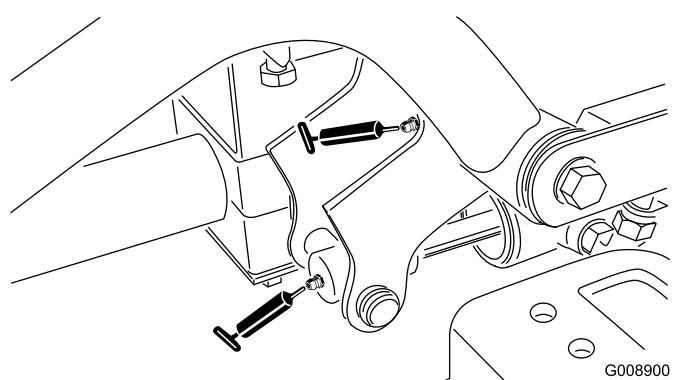

Figura 40
- 2 perni del braccio di sollevamento anteriore destro e cilindro di sollevamento (Figura 40)